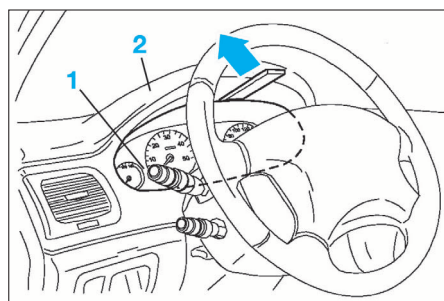

FIG. 11
- Engager délicatement, entre le milieu du combiné d'instruments (1) (Fig.11) et sa visière (2), une spatule et faire progressivement levier pour extraire le combiné.